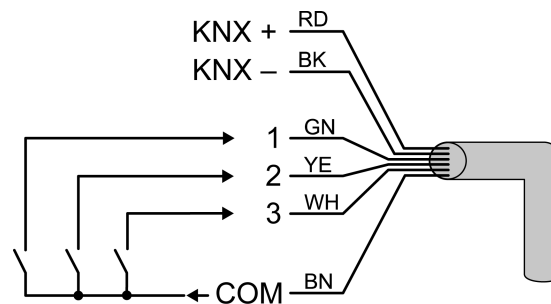

Figure 5: Raccordement des entrées de poste auxiliaire
- En cas de besoin, raccorder des contacts sans potentiel aux entrées (figure 5).